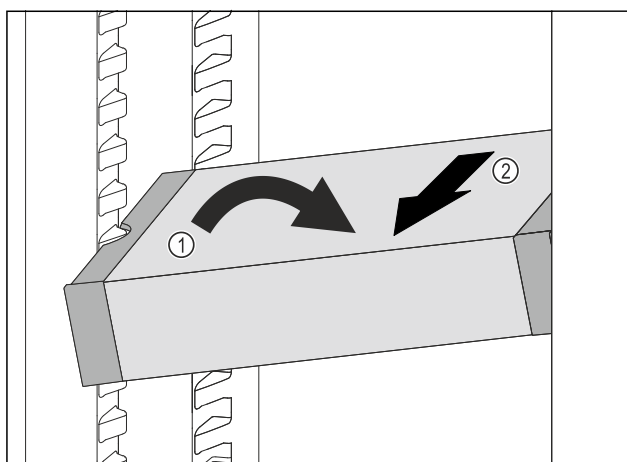

Fig. 88
- ▶ Ställ VarioSafe snett i kyldelen. Fig. 88 (1)
- ▶ Dra VarioSafe framåt för att ta ut den. Fig. 88 (2)